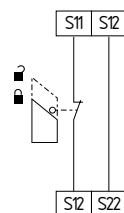

Fig. 10
**Circuit de surveillance d'un protecteur à un canal avec interverrouillages de sécurité selon EN ISO 14119 (Fig. 10)**